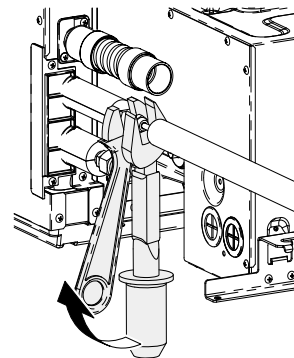

図 12
- 室内ユニットのフレアナットをはずしてください。(図 12)